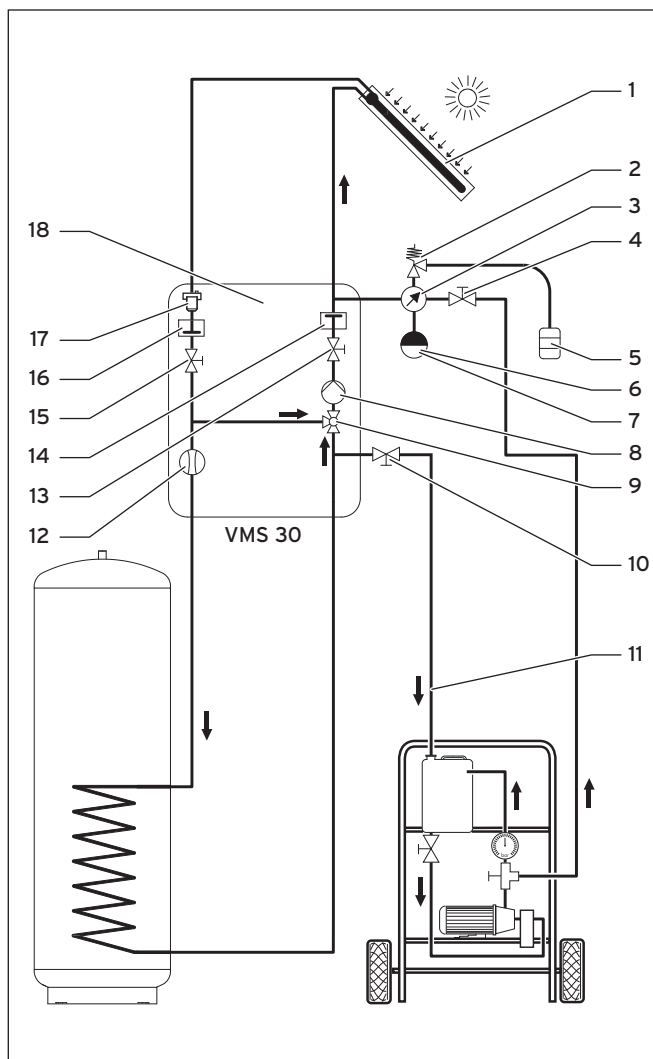
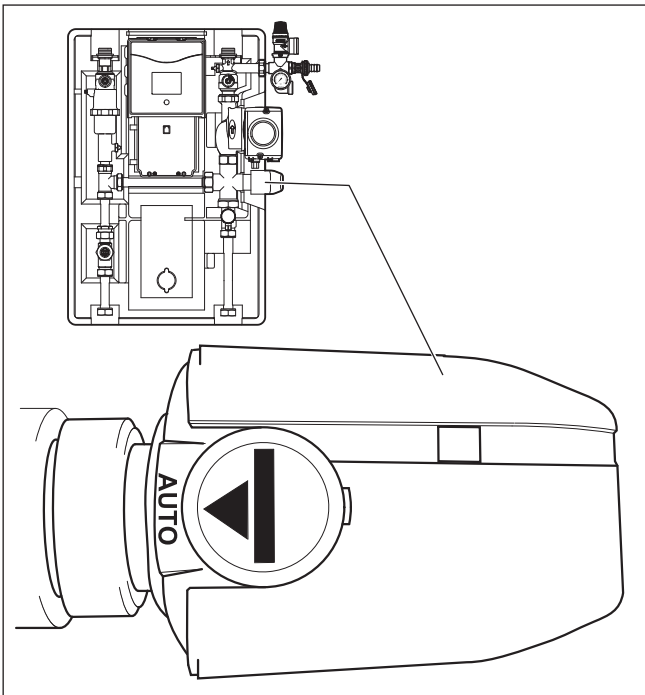
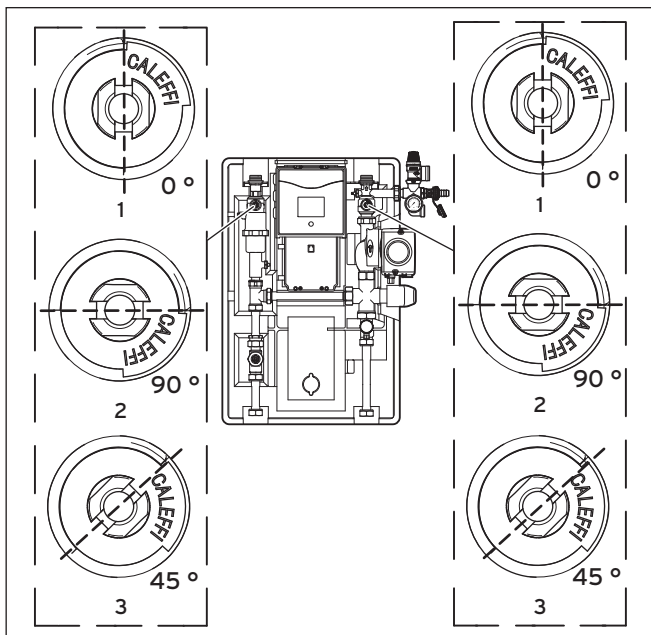

Fig 5.6 Circuito solare e dispositivo di riempimento
Fig. 5.7 Valvola selettiva
Fig. 5.9 Posizioni della valvola di intercettazione della stazione solare
- Durante l'operazione di lavaggio e riempimento, regolare la valvola di intercettazione (→ **13**, fig. 5.6) sulla posizione 3 (→ fig. 5.9)
La stazione solare è dotata di una valvola selettiva (→ **fig. 5.7**) che consente di regolare manualmente la posizione della valvola.
- ▶ Aprire la valvola di intercettazione della mandata (→ **15, fig. 5.6**) della stazione solare. Chiudere la valvola di intercettazione del ritorno (→ **13, fig. 5.6**) della stazione solare.
- ▶ Controllare se il fluido termovettore ritorna dal flessibile di ritorno (→ **11, fig. 5.6**) al contenitore.
- Portare la valvola di intercettazione del ritorno (→13, fig. 5.6) della stazione solare su 45° (la valvola di non ritorno a cerniera si apre completamente, → fig. 5.9).
- Far funzionare la pompa di riempimento per altri 5 minuti per sfiatare la condotta tra la valvola di riempimento e scarico, la valvola di intercettazione del ritorno (→13, fig. 5.6) e il tubo di bypass.
- Chiudere la valvola di intercettazione del ritorno (→13, fig. 5.6)
- Chiudere le valvole di riempimento e scarico (→ fig. 5.6) e disattivare subito dopo la pompa di riempimento.
Le due valvole di intercettazione (→ fig. 5.9) devono trovarsi di nuovo in posizione di funzionamento (1). La valvola selettoria deve trovarsi ora nuovamente in posizione AUTO (→ fig. 5.7).
- Chiudere la valvola di riempimento e scarico (→ 10, fig. 5.6).